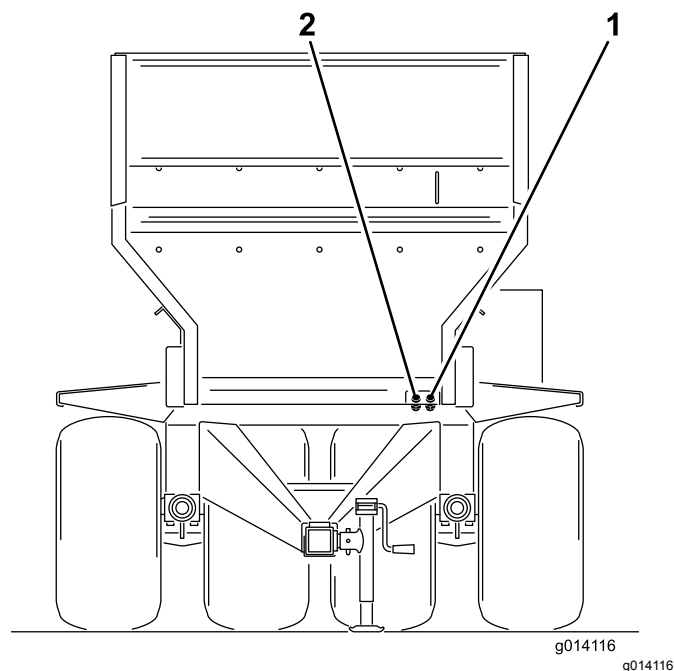

Figure 20
6. Raccordez les deux flexibles hydrauliques de la machine au véhicule tracteur. Placez vous devant la machine et raccordez le flexible droit au côté pression et le flexible gauche au côté retour (Figure 20). Le flexible de retour est muni d'un clapet antiretour unidirectionnel en ligne. La flèche sur le clapet antiretour doit être dirigée vers le raccord de retour du véhicule tracteur.